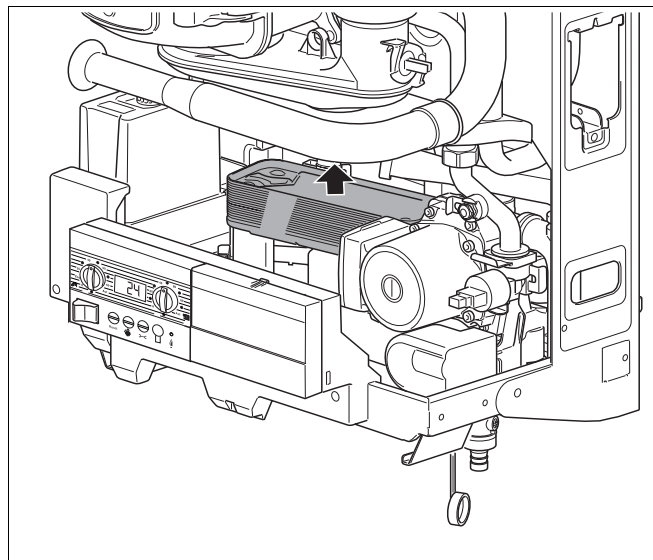

Abb. 51 Plattenwärmetauscher austauschen
- Plattenwärmetauscher austauschen (Abb. 51).